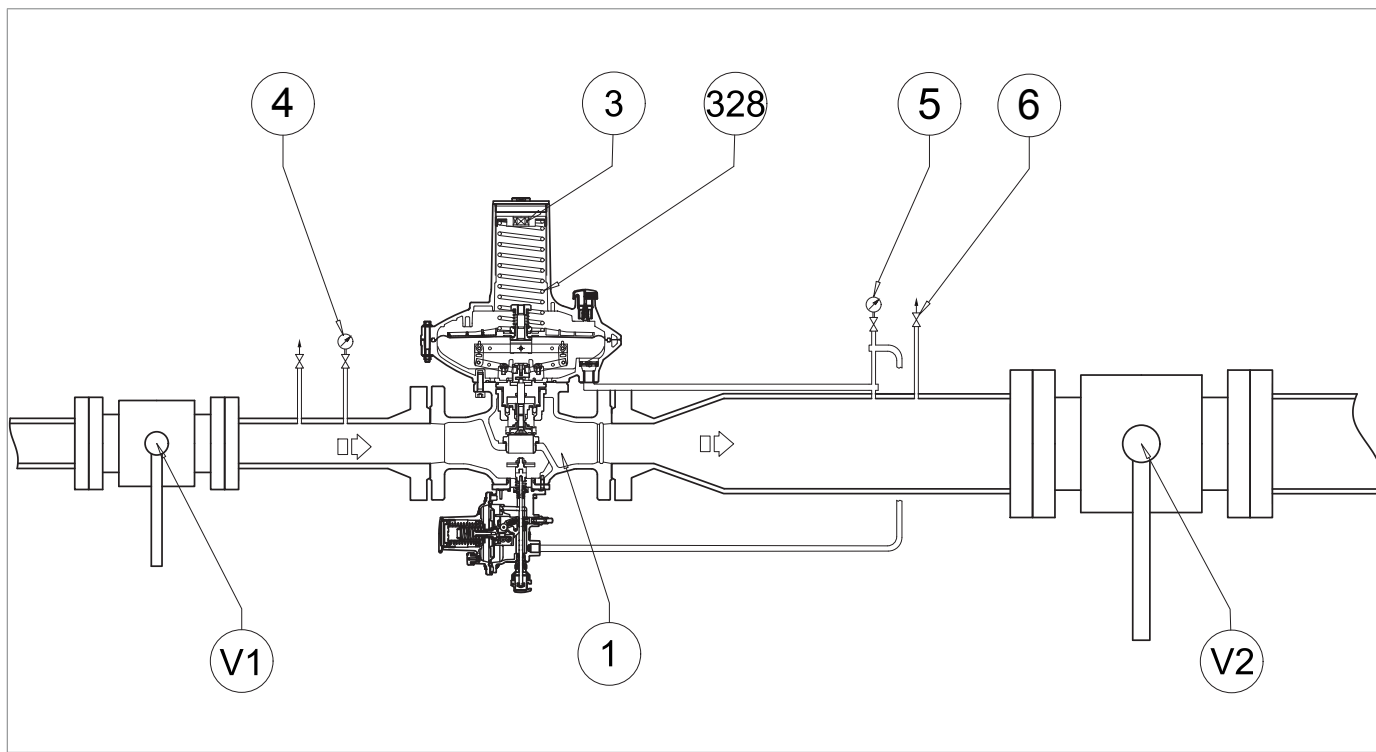
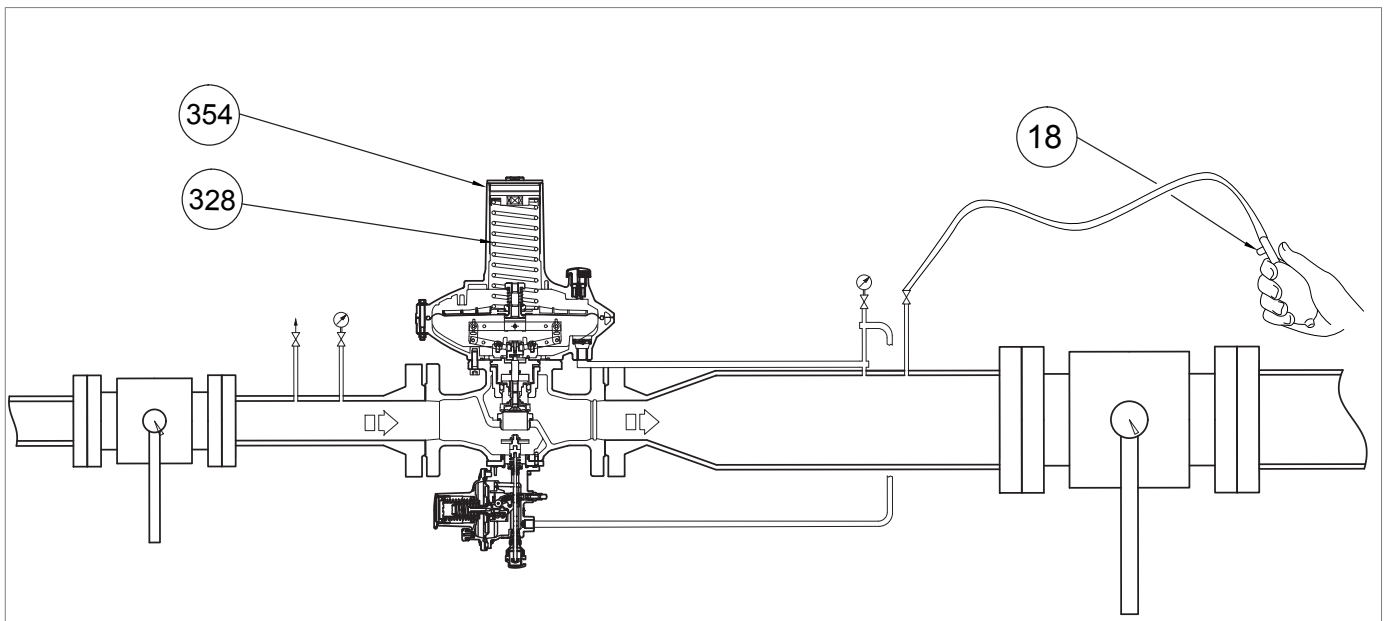

Fig. 8.19. Puesta en marcha del regulador DIVAL 600 con válvula de bloqueo LA
Fig. 8.21. Presurización con fuente externa para válvula de bloqueo incorporada LA
| | Aumente la presión aguas abajo hasta el valor de intervención de la válvula de bloqueo, conectando una fuente de presión externa al grifo de descarga (fig. 8.16, ref. 6) situado en la tubería aguas abajo, asegurándose de abrir un grifo de descarga adicional (fig. 8.21, ref. 18). |
| 3 | Cierre el grifo de descarga adicional (fig. 8.21, ref. 18). |
| 3 | Si es necesario, retire el tapón de cierre (fig. 8.21, ref. 354) junto con la tuerca de ajuste y retire el muelle de regulación (fig. 8.21, ref. 328). ¡AVISO! Compruebe el valor de la presión de intervención de la válvula de bloqueo indicada por el manómetro de aguas abajo (fig. 8.19, ref. 5). |
| 5 | Después de comprobar que la válvula de bloqueo funciona con el valor preestablecido, actúe como sigue: <ol style="list-style-type: none"> 1. Cierre el grifo de ventilación (fig. 8.16, ref. 6) 2. Coloque el muelle de regulación (fig. 8.21, ref. 328), el tapón de cierre (fig. 8.21, ref. 354), la tuerca de regulación (fig. 8.16, ref. 3) 3. Abra lentamente la válvula de cierre aguas arriba (V1) hasta que el valor de la presión aguas abajo (Pd) alcance el valor de calibración del regulador, tomando como referencia el manómetro aguas abajo (fig. 8.16, ref. 5) 4. Cierre la válvula de cierre aguas arriba (V1) 5. Abra lentamente y parcialmente el grifo de ventilación (fig. 8.16, ref. 6) para disminuir la presión aguas abajo consultando al manómetro aguas abajo (fig. 8.16, ref. 5) hasta que se alcance el valor de disparo por presión mínima 6. Compruebe la correcta calibración del muelle de presión mínima, repitiendo los pasos 2-3-4 al menos tres veces 7. Realice la calibración del regulador principal, consultando el apartado “8.5 - Procedimiento de puesta en marcha del regulador” |